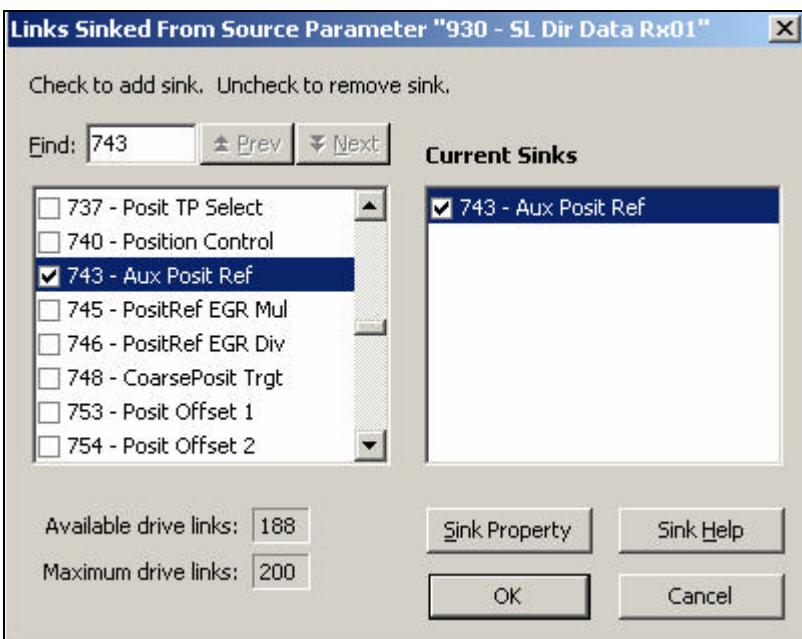

图 6-36 配置 Direct Word-1
24) 在 Direct Word-1 一项中，选择 DINT 作为 Type。然后在 Used By Parameter 中，点击 ，选择参数 743 [Aux Posit Ref]，此时定义了参数 743 [Aux Posit Ref] 来使用 Direct Word-1 接收的数据。2# 变频器的 Direct Word-1 接收 #1 变频器的 Direct Word-1 发送出的数据。上述设置的含义是 #2 变频器将来自手轮的位置反馈值作为自己的位置给定。Direct Word-1 参数设置如图 6-36 所示。